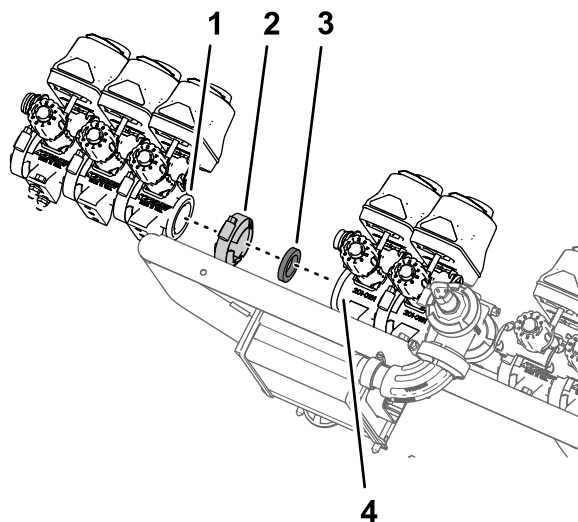

Figura 103
1. Montate le 3 valvole di sezione (Figura 103) che avete rimosso al passaggio 8 di Rimozione delle valvole di sezione dal supporto del collettore (pagina 33) sulla flangia della valvola 7 del gruppo valvole dell'irroratrice con il morsetto flangiato e la guarnizione che avete rimosso al passaggio 4 di 13 Rimozione delle valvole di sezione delle barre (pagina 30).